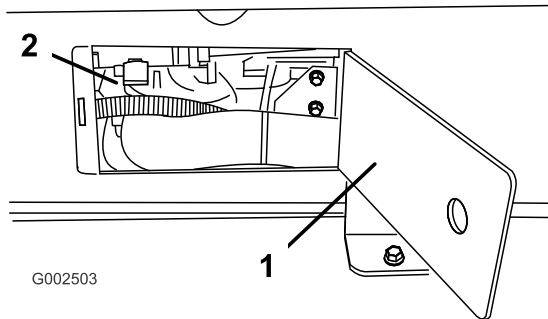

図 22
11. タンク台の左右についているアクセスパネルからのぞき込んで、ホースやラインが台の下でつぶされていないことを確認する (図 22)。